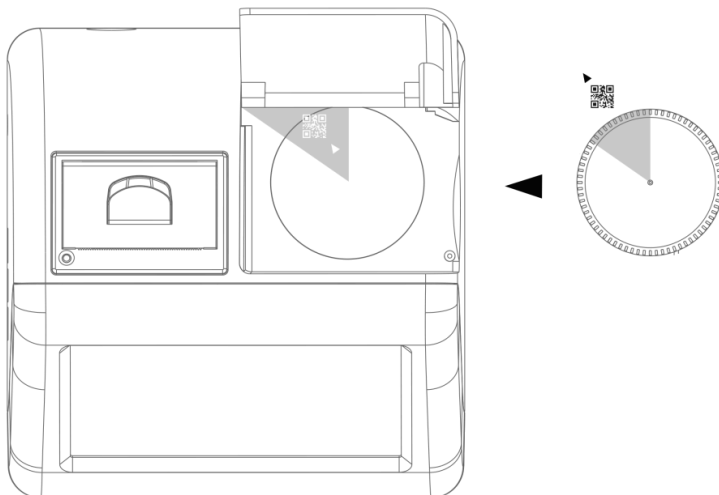

Fig. 17 Orientação do frasco de urina
- 2) Ao colocar o frasco na câmara do leitor, alinhe o código QR na etiqueta do frasco na direção indicada na Fig. 17 para obter resultados mais rápidos.